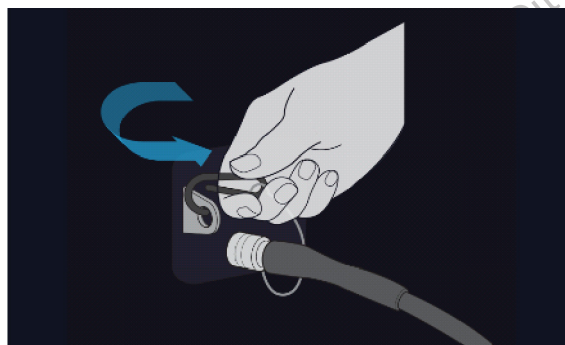

Figure 9. Fixation du câble de sécurité à la console
3. Fixez le câble de sécurité à l'extrémité de la tubulure d'alimentation en gaz au clip de sécurité sur la console. (voir Figure 9)